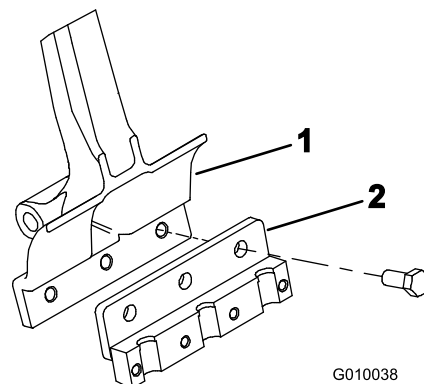

Figura 22
3. Monte um suporte de dente em cada braço de dente com 3 parafusos (1/2 x 1-1/4 pol.) (Figura 22). Aperte os parafusos com 101,6 N m.